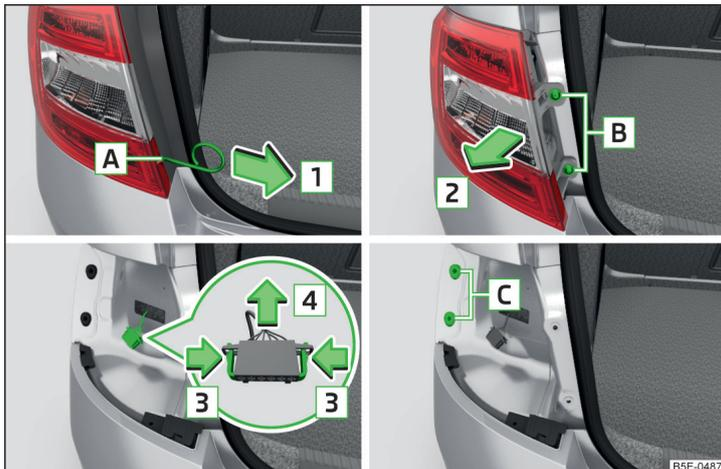
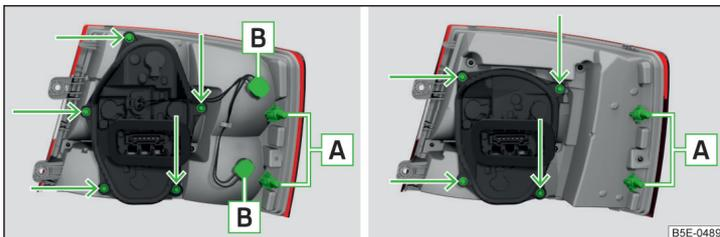

Abb. 243 Leuchte ausbauen / Stecker abziehen
Abb. 244 Äußerer Teil der Leuchte: Grundleuchte / Leuchte mit LED-Dioden
- › In die Öffnung **A**1) » Abb. 243 den Bügel zum Abziehen der Radvollblenden » Seite 217, Bordwerkzeug einführen.
- › Die Leuchte mit den Zapfen **A** » Abb. 244 auf Seite 241 in die Aufnahmen **C** » Abb. 243 in der Karosserie einsetzen.
- Die Lampenfassung **B** » Abb. 244 **entgegen dem** Uhrzeigersinn drehen und aus dem Leuchtengehäuse herausnehmen.
- Den Lampenhalter » Abb. 244 mit dem Schraubendreher aus dem Bordwerkzeug abschrauben und den Lampenhalter aus der Leuchte herausnehmen.